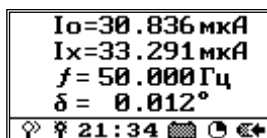

Рисунок 74
7.1.3.19 Нажатие кнопки  запускает третий этап измерений. Дождитесь стабильных повторяющихся данных спустя два-три интервала усреднения (рисунок 74) и зафиксируйте кнопкой  результаты третьего этапа измерений (токи  $I_{03}$  и  $I_{x3}$ ). При необходимости сохранения измеренных величин на SD-карте нажмите кнопку